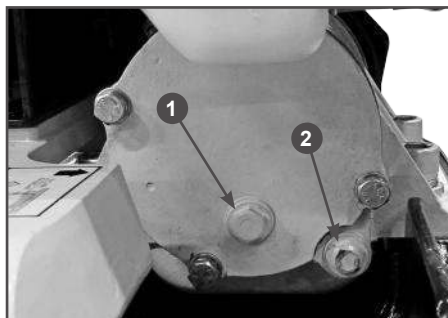

Рис. 22 Замена масла в вибраторе
В вибратор заливается моторное масло SAE30. Полный объем масла в вибраторе составляет 250 мл. Для поддержания вибратора в рабочем состоянии необходимо менять масло через каждые 100 часов работы. Отверстия для заправки и слива масла из вибратора находятся с правой стороны вибратора (смотреть по ходу движения) (Рис. 22).
4. Открутите болт 2 отверстия для слива масла и слейте масло в подготовленную для этого емкость (Рис. 22). Внимательно осмотрите слитое масло на предмет наличия в нем металлических частиц.
объем масла (Рис. 22).